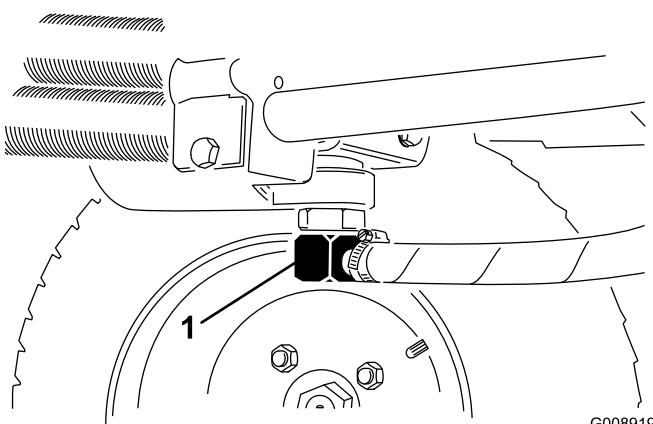

Figura 57
2. Scollegate il tubo idraulico (Figura 57) o togliete il filtro idraulico (Figura 56) e lasciate defluire il fluido idraulico in una bacinella. Quando il fluido idraulico cessa di defluire, montate il tubo idraulico.